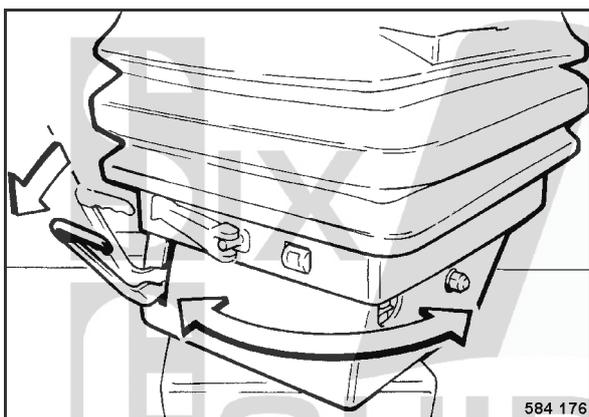

fig. 107
- Pousser le levier (fig. 107) vers le bas pour orienter le siège dans la position désirée.